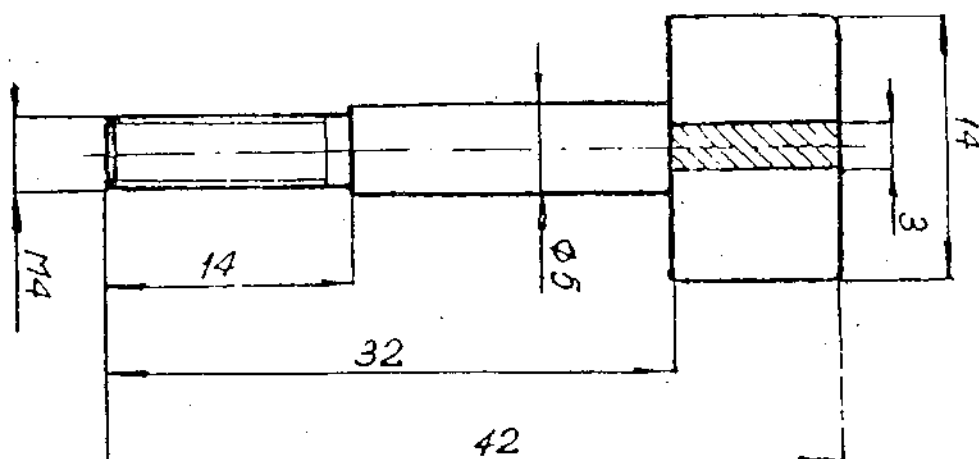

Рис. 6.25. Съёмник I6.08.0450
- завернуть съёмники I6.08.0450 (рис. 6.25.) в два отверстия треугольного фланца штуцера с форсункой I6.43.0320 и одновременно заворачивать их по часовой стрелке;